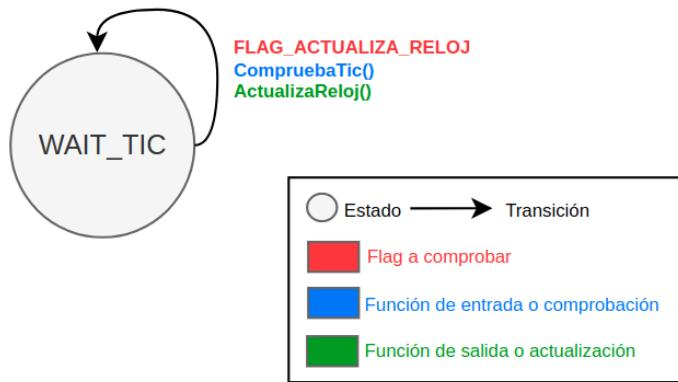

Figura 3.3: Máquina de estados del *reloj*.
El *reloj* implementa su propia máquina de estados. Se trata de una FSM mostrada en la Figura 3.3. Tiene un único estado (llamado `WAIT_TIC`) y una auto-transición. Básicamente estará comprobando que el temporizador `tmrTic` haya saltado y activado el *bit* —el *flag*— `FLAG_ACTUALIZA_RELOJ`. Esto sucederá periódicamente **cada segundo**, aunque la comprobación es más rápida, pues depende de la periodicidad con la que se
2. Definimos el `enum FSM_ESTADOS_RELÓJ` con el estado `WAIT_TIC` (ver Figura 3.3).
3. Hay que definir `FLAG_ACTUALIZA_RELÓJ` y `FLAG_TIME_ACTUALIZADO`, y darles valores adecuados. `FLAG_ACTUALIZA_RELÓJ` es el que se muestra en la Figura 3.3. `FLAG_TIME_ACTUALIZADO` es un *flag* para avisar a elementos externos (en nuestro caso el sistema `coreWatch`) que el reloj se ha actualizado. Es un *flag* para comunicación entre máquinas de estado (observe el * en la Figura 4.1).
transiciones de la FSM del *reloj* (ver Figura 3.3). Leer capítulo “4. Introducción a las máquinas de estados en C para Raspberry Pi”. Note que solo tenemos una transición y un estado.